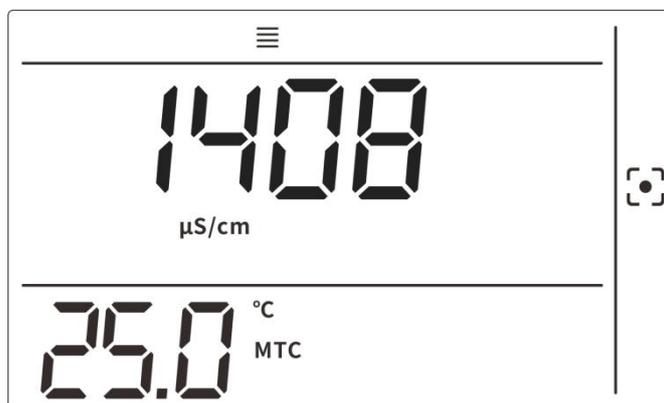
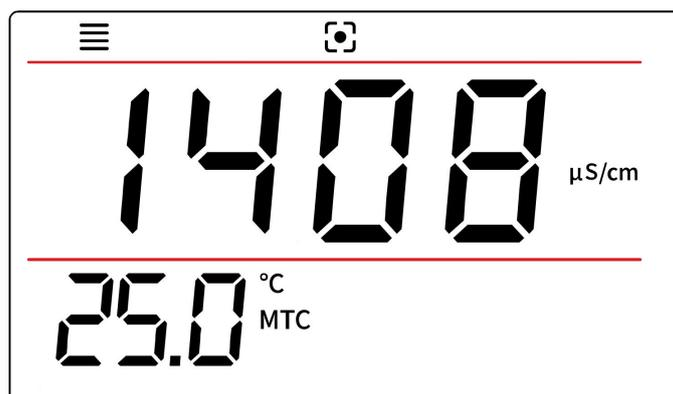

图 8 6 寸标定界面示意图
图 9 4 寸标定界面示意图
- ①准备好待标定标准电导溶液（注意标准电导溶液需符合电极量程）；
- ②将准备好的电导标准标液放置到恒温槽中，通常将温度控制在 25℃；
- ③在温度设置界面下短按“标定键/确认键”进入设置，再按“设置键”可以切换℃/°F，短按“上键”“下键”可以设置温度值，则进入手动温度补偿设置，将手动温度补偿设定到与恒温槽设定温度一致，如 25℃（DDS-307A/307F 自带温补可忽略该步骤）；
- ④短按“设置键”可以切换电极类型 0.01/0.1/1/10，短按“上键”“下键”可以设置电极常数，选择与电极标示电极常数匹配的电极类型；
- ⑤设置完成后，退出至主界面，短按“标定键”仪器进入标定界面（图 8）（图 9）
- ⑥将仪器接好的电导电极及温度补偿电极使用蒸馏水反复清洗，使用滤纸吸干表面水分，然后